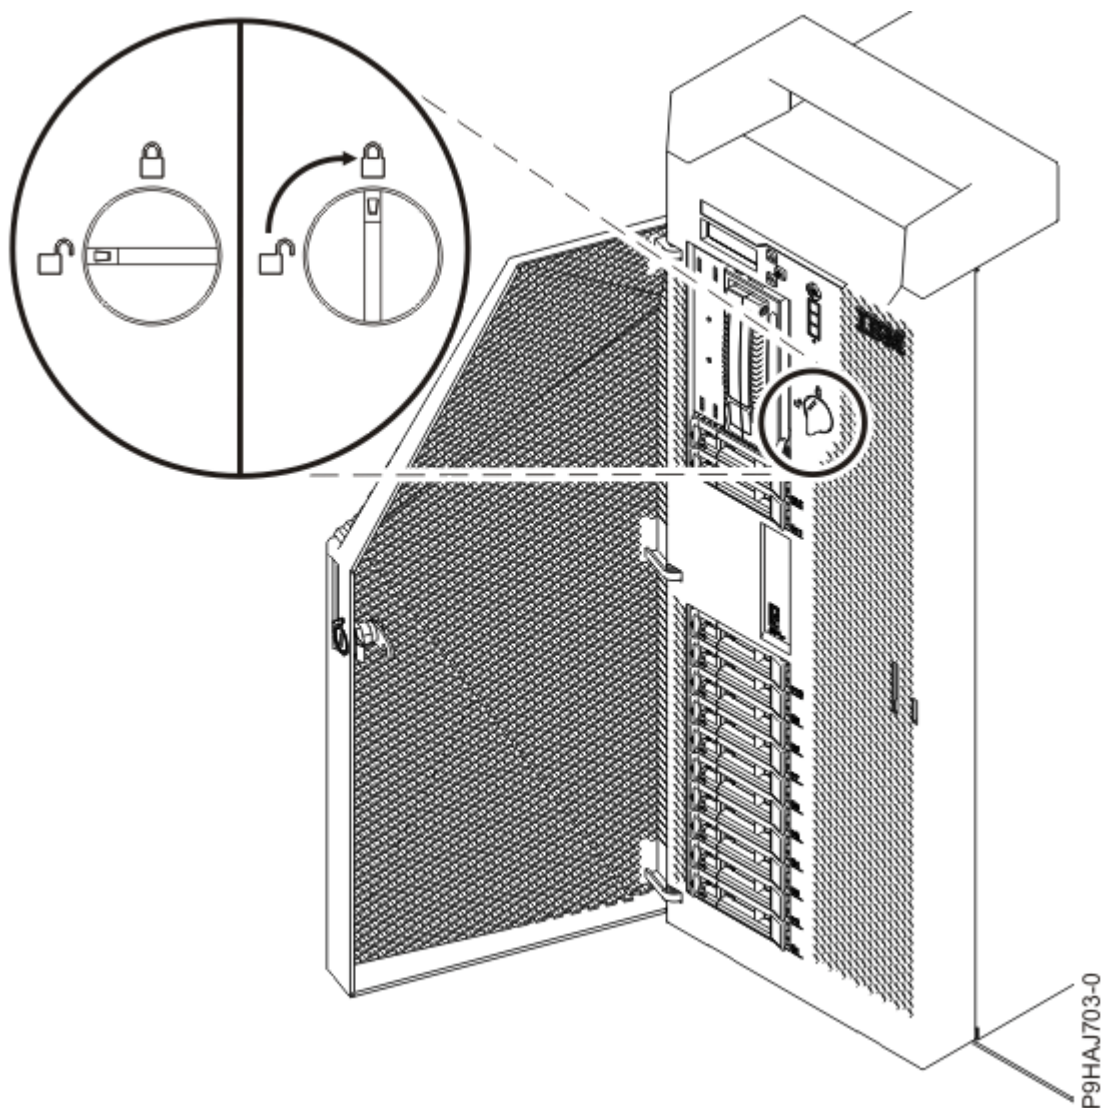

Figura 37. Tancament del pestell de la coberta frontal
- d) Feu girar el pestell de la coberta cap a la dreta (en el sentit contrari al de les agulles del rellotge) per tal de desbloquejar la coberta, com es mostra a la Figura 37 a la pàgina 39.